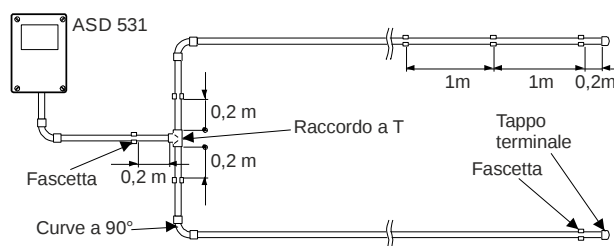

Fig. 32 Curve a 90°, diramazione
In caso di posa lineare, la variazione su tutta la lunghezza della condotta di aspirazione (40 m) all'interno della variazione consentita della temperatura (20 °C) può arrivare fino a **80 mm**. Occorre assolutamente accertarsi che la condotta di aspirazione possa "lavorare" (scorrere) all'interno delle fascette/staffe di fissaggio. Pertanto la distanza fra la fascetta/staffa di fissaggio e il tappo terminale deve essere di 100 mm (0,1 m). Ved. anche la Fig. 32.
- In corrispondenza delle diramazioni della condotta di aspirazione bisogna lasciare una distanza di almeno 0,2 m fra il raccordo a T e le fascette, Fig. 32.